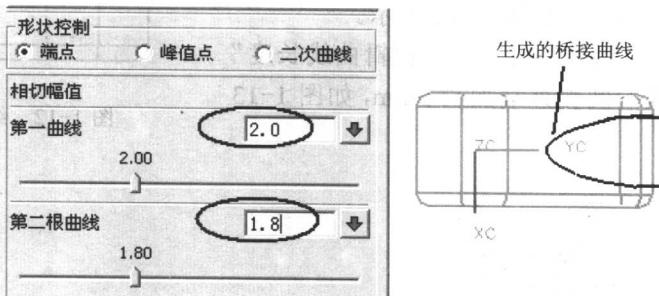

图 1-15 桥接曲线
(4) 利用“曲线”→“桥接曲线”生成桥接曲线，如图 1-15 所示。